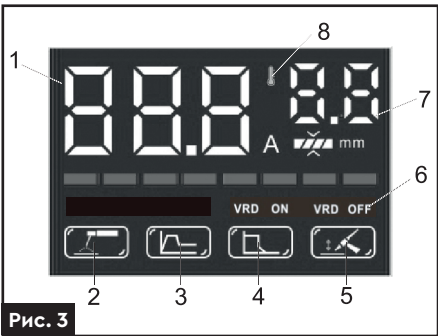

Рис. 3
2.1. Дисплей арт. 5387501 (рис. 3)